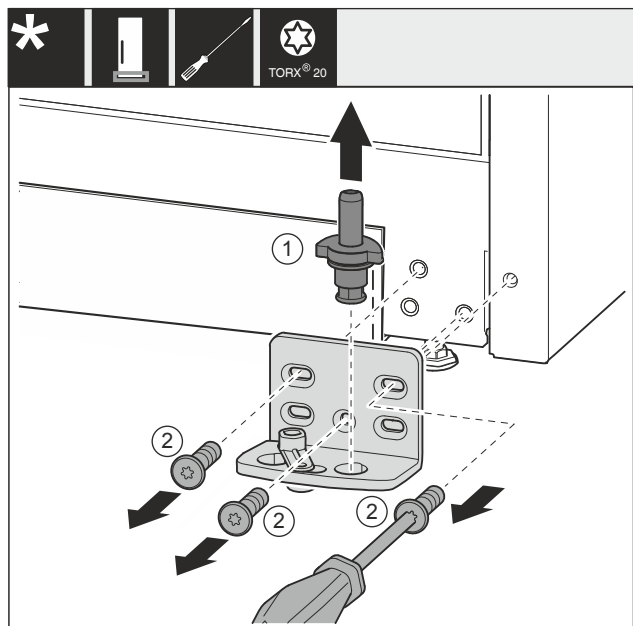

Fig. 34 *
- ▶ Lagerbolzen Fig. 34 (1) komplett nach oben herausziehen.*
- ▶ Schrauben Fig. 34 (2) mit Schraubendreher herausdrehen und Lagerbock abnehmen.*